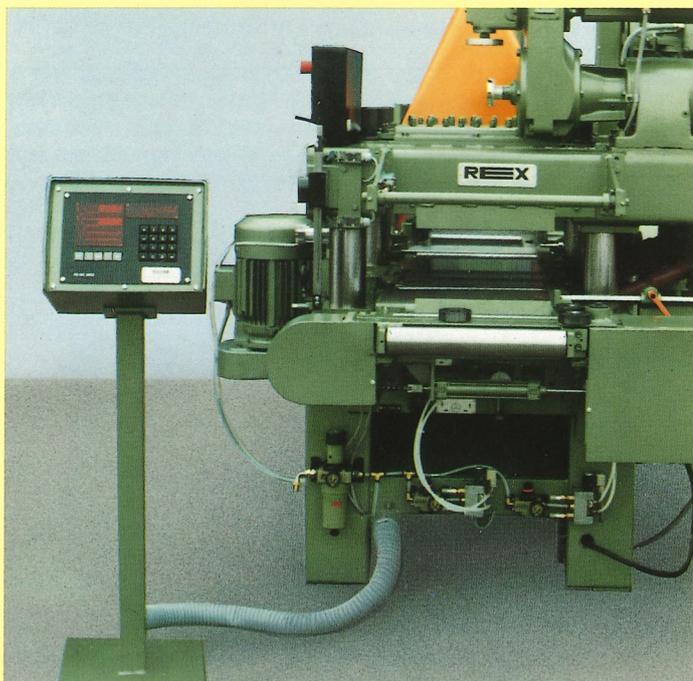

Abb. 32
Zu 2. Das Maß für die Werkstückbreite bzw. Werkstückdicke wird bei der Werkstückaufgabe **abgetastet**, Abb. 32. Das abgetastete Maß wird automatisch um die **frei programmierbare Spanabnahme** verringert, und das Soll-Maß wird angezeigt. Dieses Maß wird dann elektronisch weitergegeben, und die **Fräseinheit (FL)** bzw. die **Dickenwelle (D)** fährt in wenigen Sekunden auf Position.